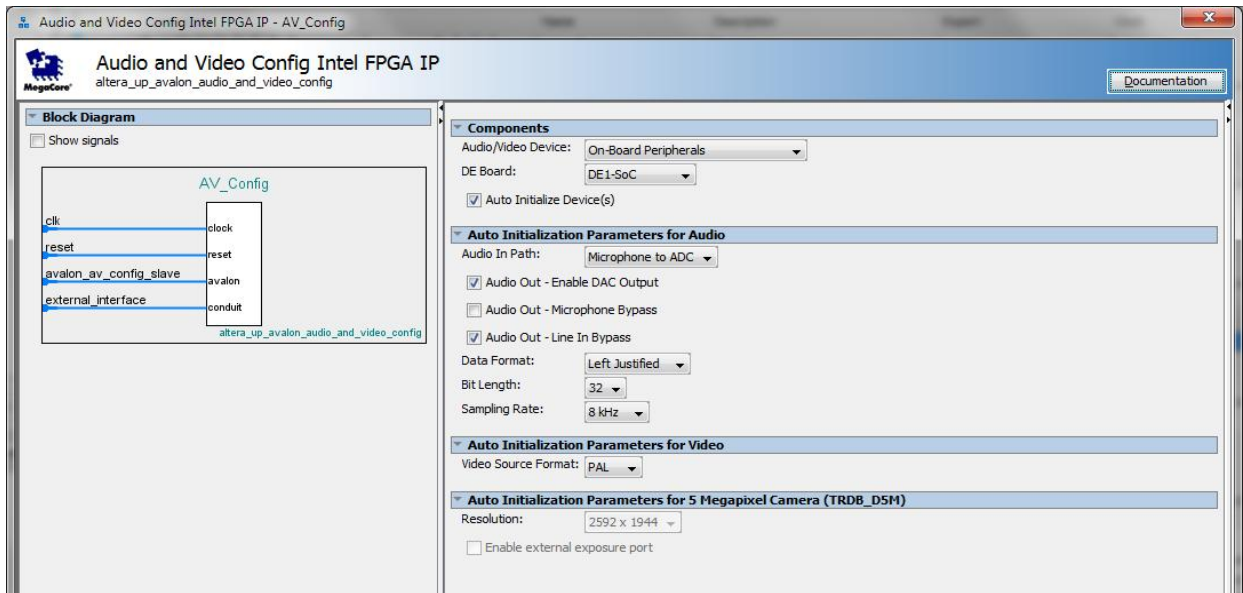

Рис. 77. Вікно налаштувань модуля AV_Config
7. Відкриється вікно налаштувань, яке показано на рис. 77.